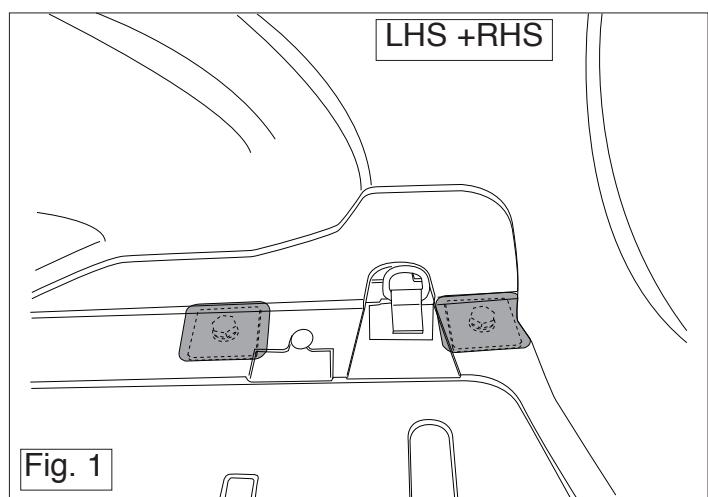

Fig. 1
- Fit the ball-hitch and the socket plate. Saw a portion out of the centre underside of the bumper (see template). Saw out a portion of the side covering as shown in figure 1 Replace the parts removed in step 1.
4. Das Kugelgehüse und die Stieckodesnplatte monterein. Aut der Untersetze der Stoßstanage in der Mitte Schablonie). Gemäß Abb. 1 ein Stück aus der Seitemverkleidung her-aussägen. Das unter Punkt 1 Extreme wider anbring'en.
morceau du revêtement latéral conformément à la figure 1 Remettre en place les pièces déposées au point 1.